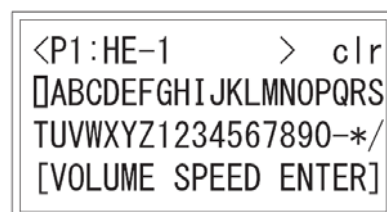

Bild 3-J: Inställning av programnamn
3. Inställningsskärmen för programnamn visas (bild 3-J).